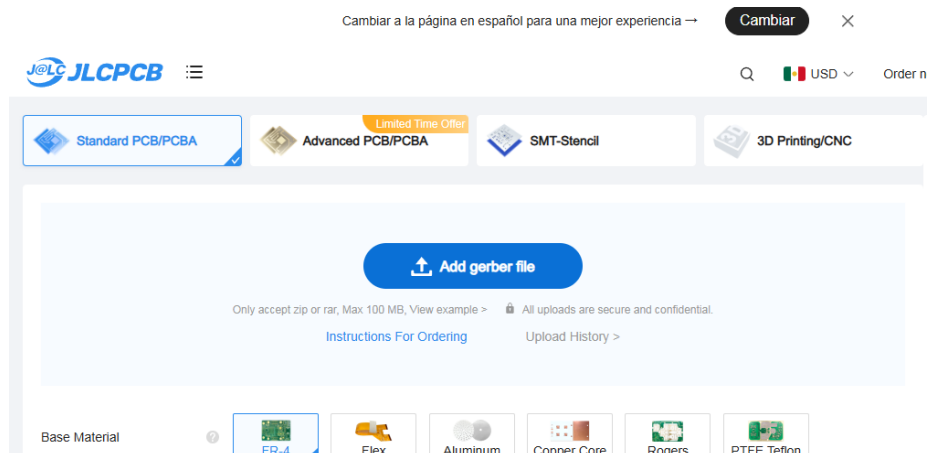

Ilustración 4 Pagina JLCPCB.
Paso 3: Seleccionamos el archive.zip que se encuentra en la siguiente dirección: KiCad > Ant ESP8266.zip > Gerber > GerberESP8266.zip (Ilustración 4).